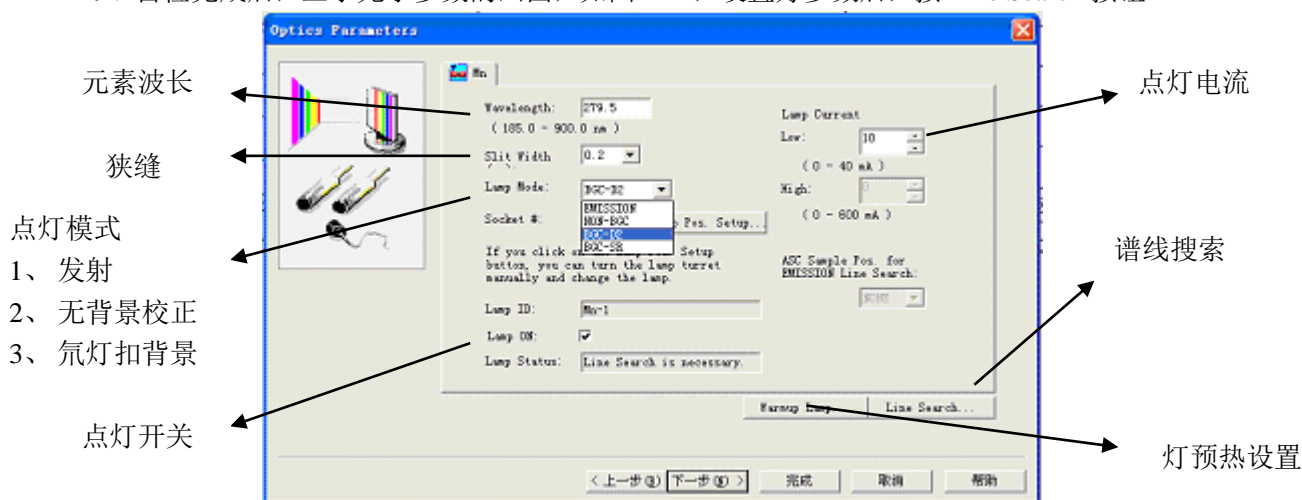

图 2-11
9、自检完成后，显示光学参数的画面，如图 2-11，设置好参数后，按 Line Search 按钮